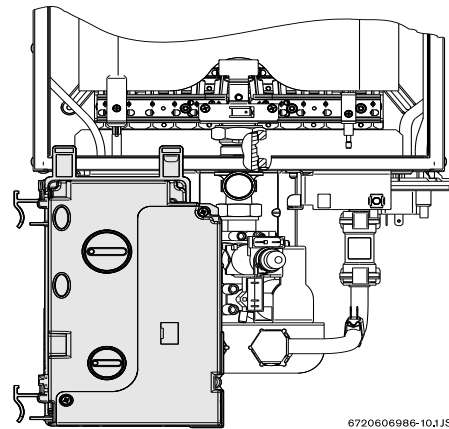

Fig. 14 Betjeningsboksen – gassjusteringsposisjon
- ▶ Når betjeningsboksen er fjernet, sett den slik som vist i Fig. 14.